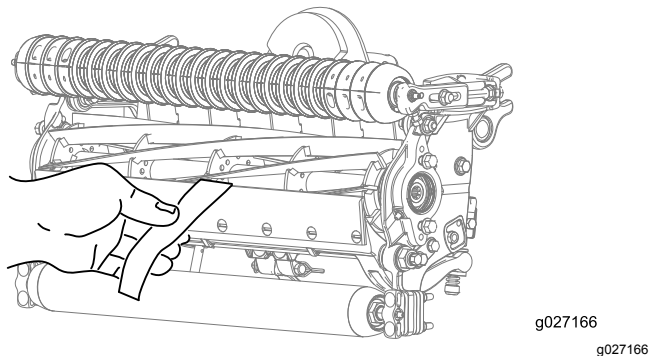

图11
12. 在滚刀与底刀间插入一长条 Toro 剪切性能纸要与底刀垂直检测剪切性能 图11。